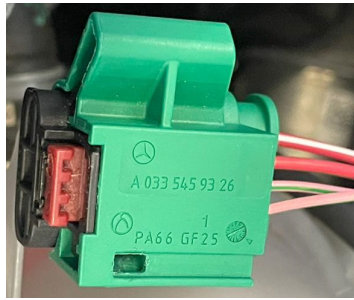

Fig. 2
plus précis car il peut détecter une erreur dans un sous-système. Ce circuit de verrouillage n'est pas important pour le déverrouillage. C'est différent avec le circuit de verrouillage décentralisé. Dans ce circuit, la fiche de déconnexion basse tension (9) est connectée en série. Ce connecteur (Fig. 2) comporte quatre connecteurs de câble.